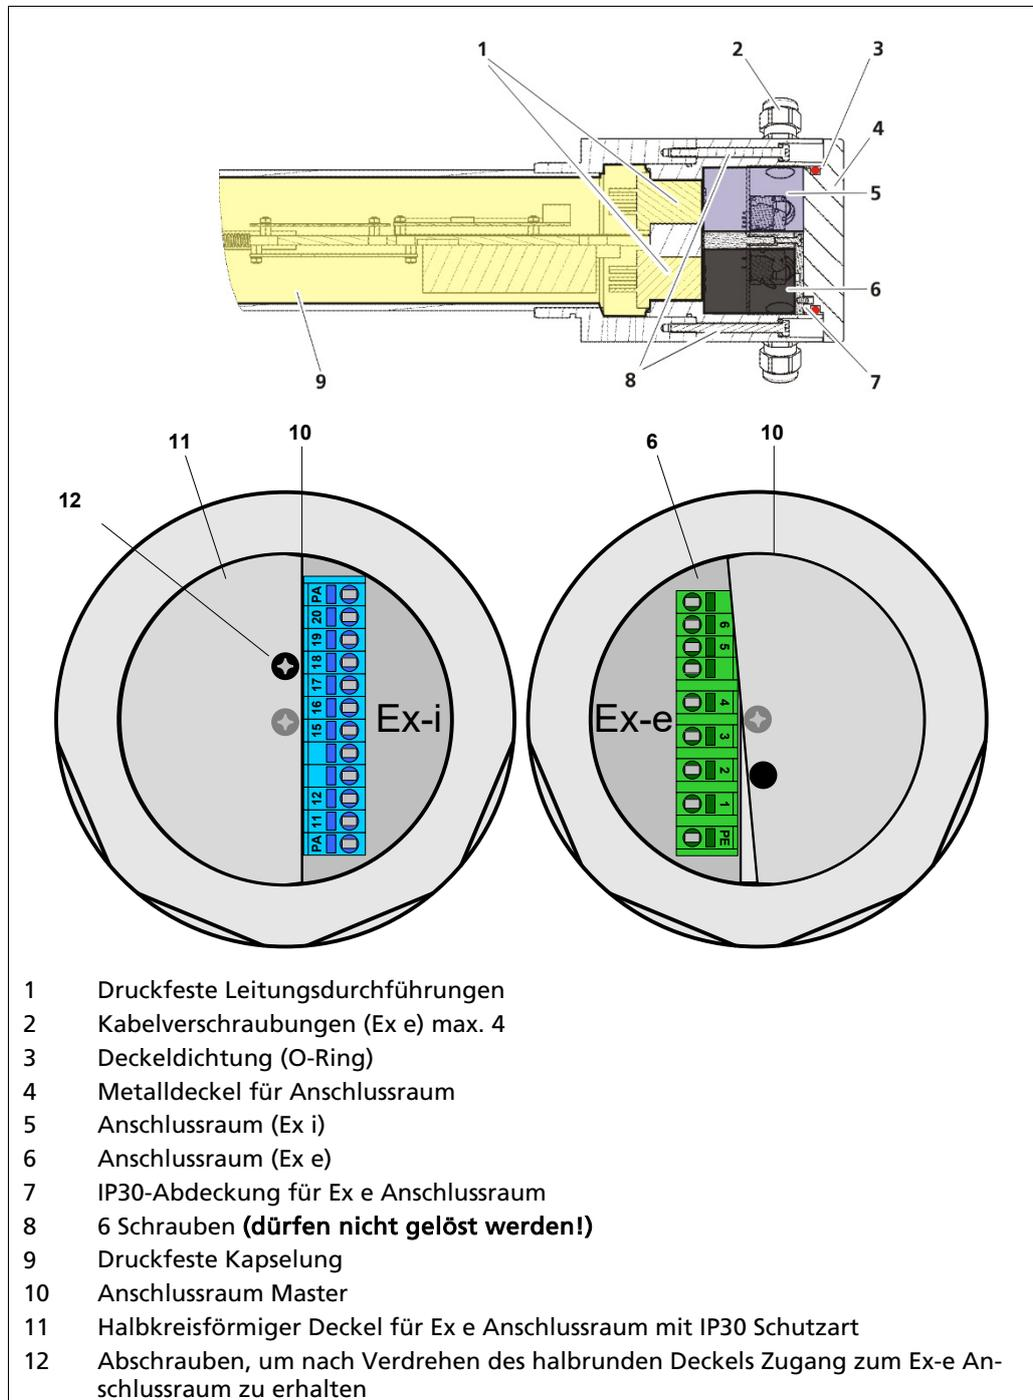

Abb. 3 Ex-i - Konzept LB 480-xx-3C, LB 480-xx-4C
- Der Gehäusedeckel (Metalldeckel) deckt den gesamten Anschlussraum ab (siehe Abb. 3).
- Der halbkreisförmige Kunststoffdeckel (Ex-e Deckel) deckt die nicht-eigensicheren Anschlussklemmen ab (siehe Abb. 3).
5.6.3 Explosion Proof (XP)